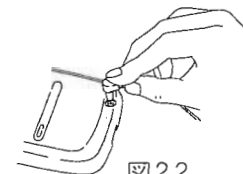

図22
- ③ 露出計のシンクローターミナルにシンクロコードを接続します。(図22)